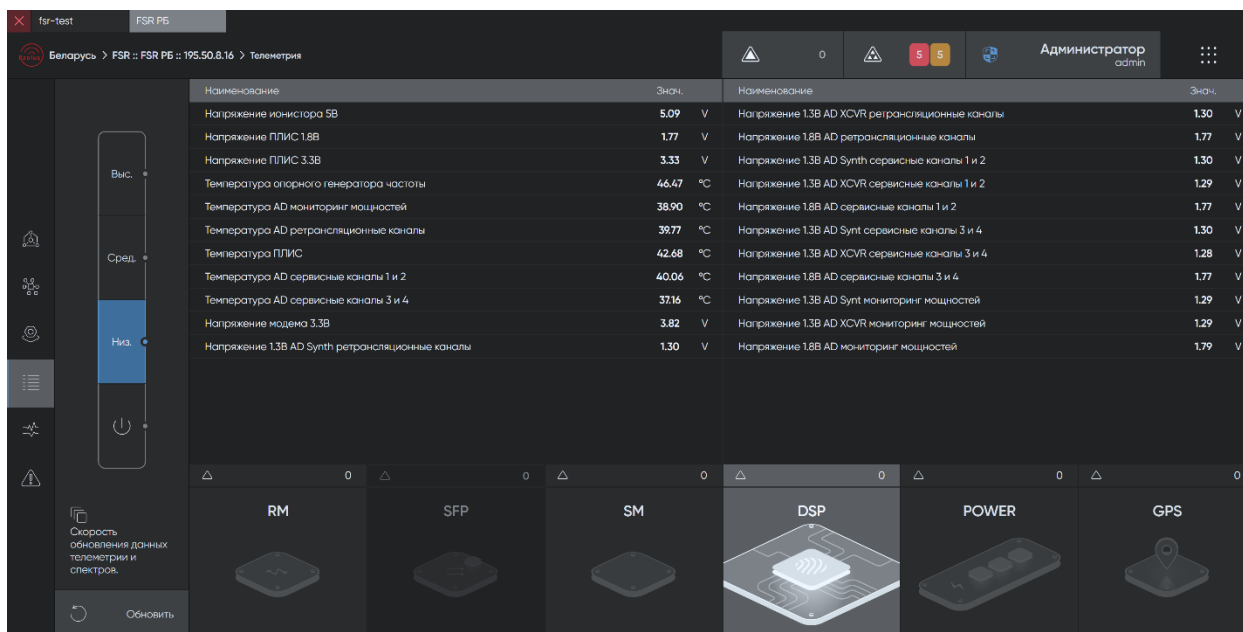

Рисунок 40 — Окно «Телеметрия»
3.13.3.1. При нажатии на кнопку  открывается окно *Телеметрия* (рис. 40).